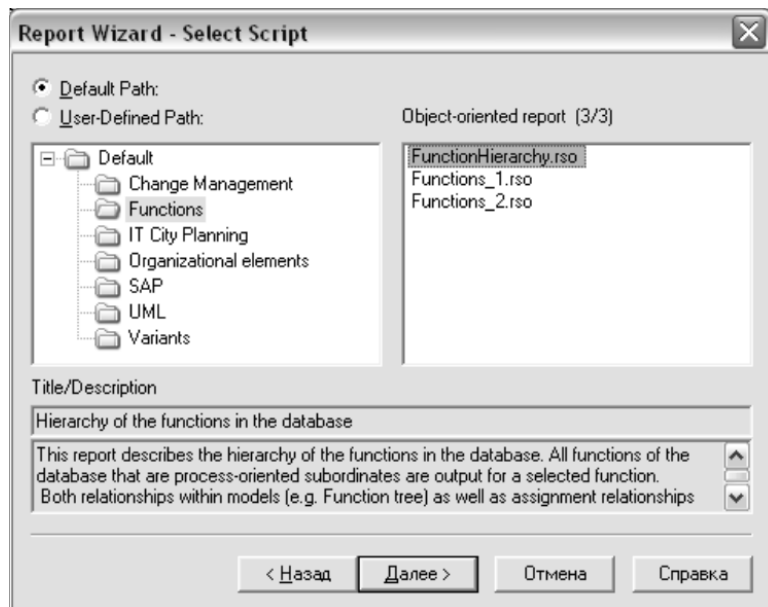

Рисунок 1.37 – Окно мастера отчёта для выбора типа отчёта
2.3 В следующем окне **Select Script** мастера отчёта необходимо выбрать скрипт для формирования отчёта (рис. 1.37): переключатель оставить в положении **Default Path**;